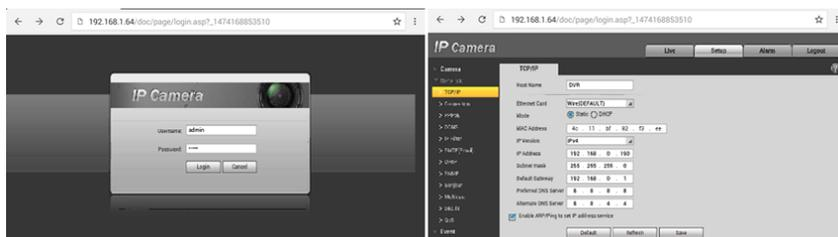

Рис. 22 WEB интерфейс IP-видеокамеры HIKVISION через браузер
- 3) В строке поиска введите IP-адрес видеокамеры и нажмите ОК на виртуальной клавиатуре. Если все сделано правильно, вы попадете в web-интерфейс IP-видеокамеры (рис. 22), где потребуется ввести логин и пароль (обычно admin/admin для большинства видеокамер), указанные на наклейке на видеокамере, на коробке из под нее или в инструкции.